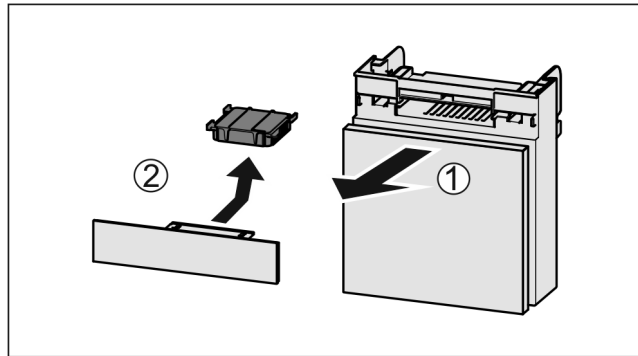

Fig. 57
- ▶ Extraiga Fig. 57 (1) el compartimiento hacia adelante.
- ▶ Retire Fig. 57 (2) el filtro de carbón activado.